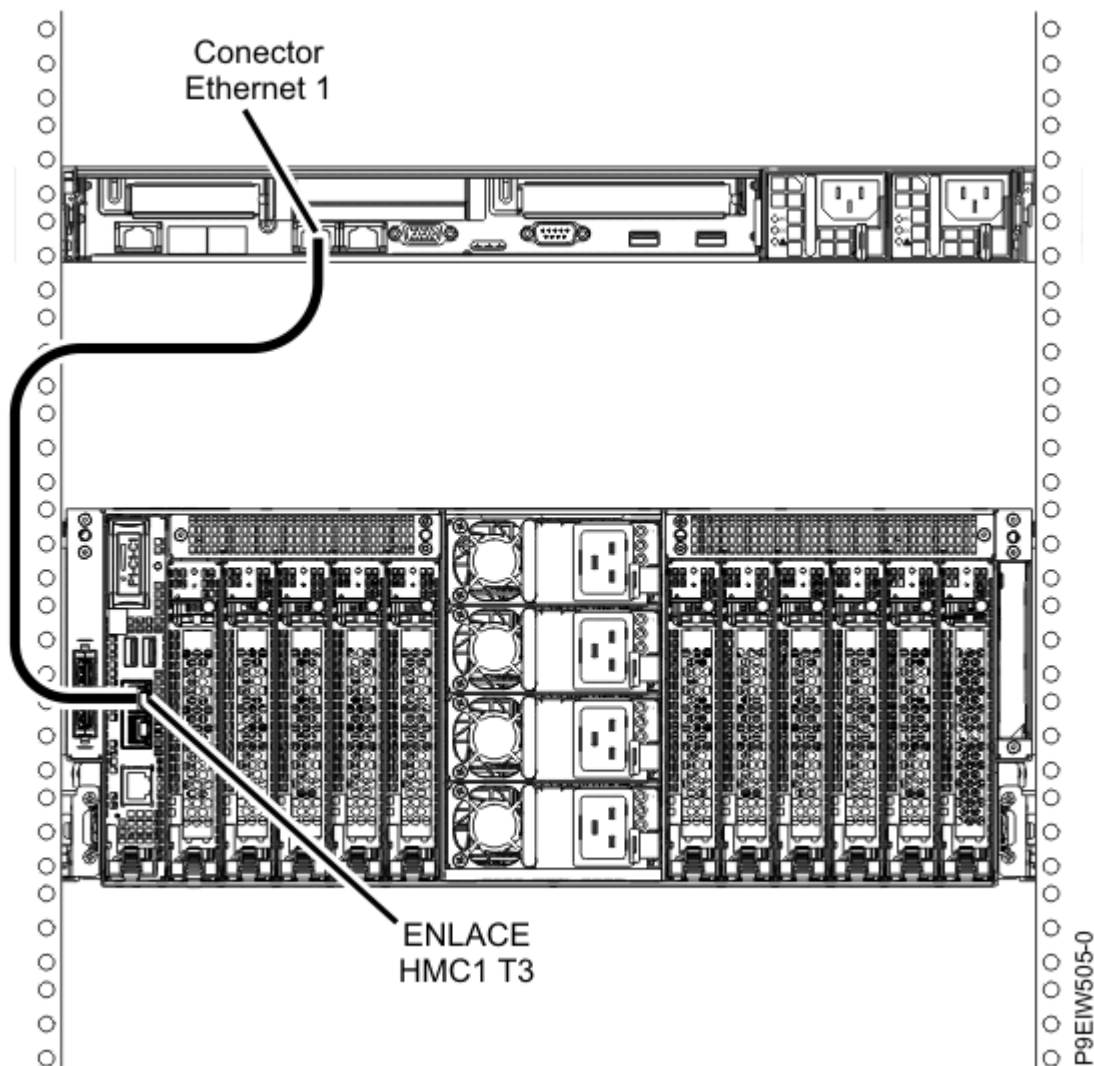

Figura 31: Conexión directa de la HMC al sistema gestionado
1. Si desea conectar directamente la HMC al sistema gestionado, conecte el **Conector Ethernet 1** en la HMC al puerto **HMC1 (T3)** del sistema gestionado, como se muestra en la Figura 31 en la página 35